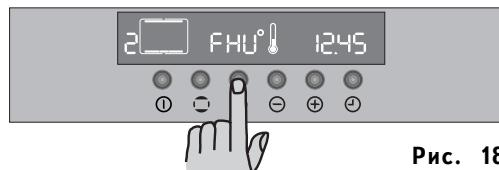

Рис. 18
- 4) Нажмите клавишу . Дисплей температуры покажет “FHU” (Рис. 18).